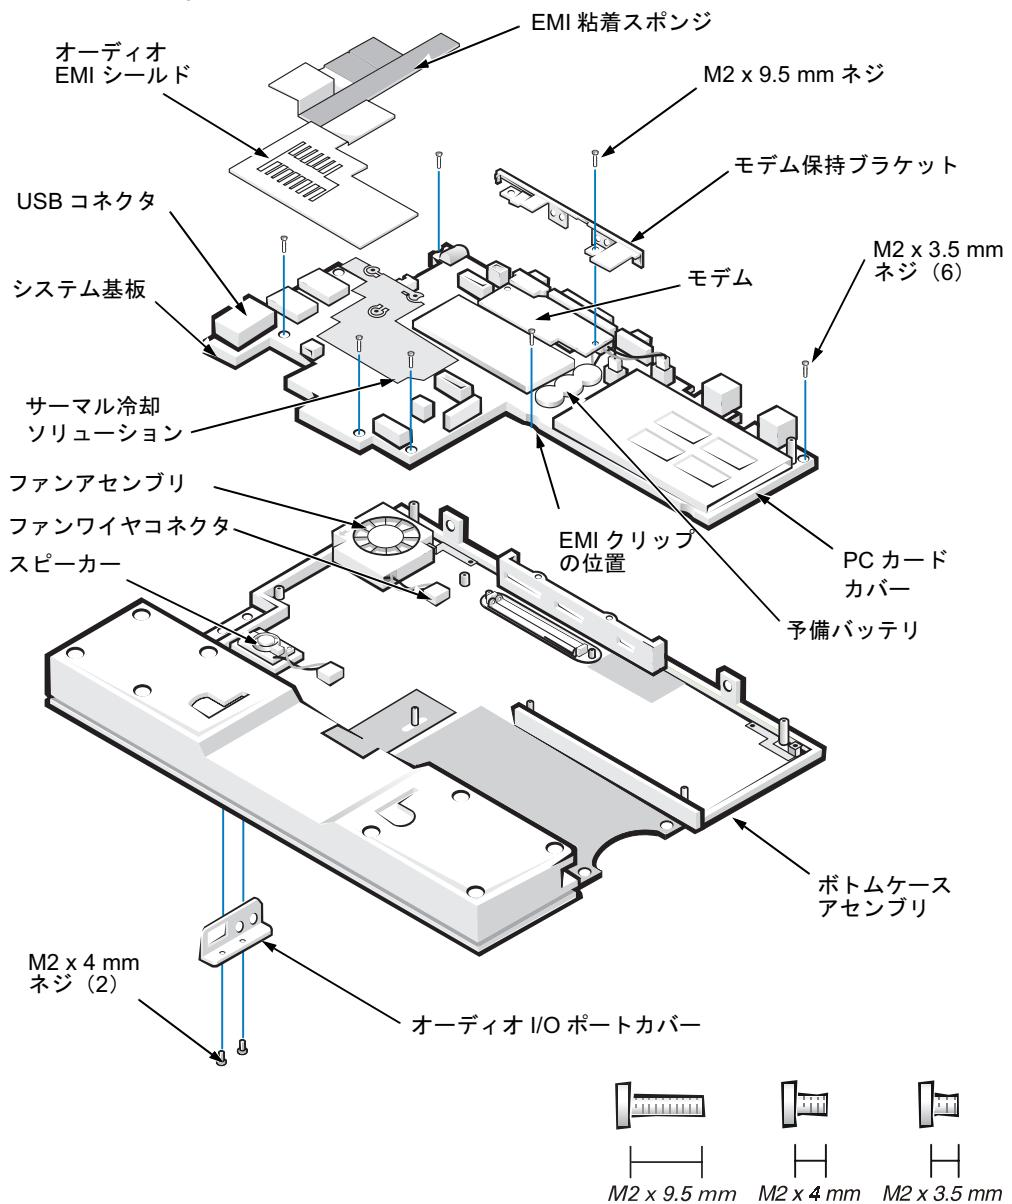

図 22 システム基板アセンブリの取り外し
7. オーディオ EMI シールドをサーマル冷却ソリューションに結合させるための EMI 粘着スポンジをはがします (図 22 参照)。